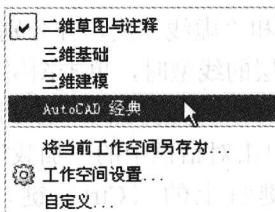

图 1-1 “切换工作空间”快捷菜单
1. 打开 AutoCAD，单击状态栏中的“切换工作空间”按钮，在弹出的“切换工作空间”快捷菜单中选择“AutoCAD 经典”命令（见图 1-1），将工作空间切换为“AutoCAD 经典”模式。